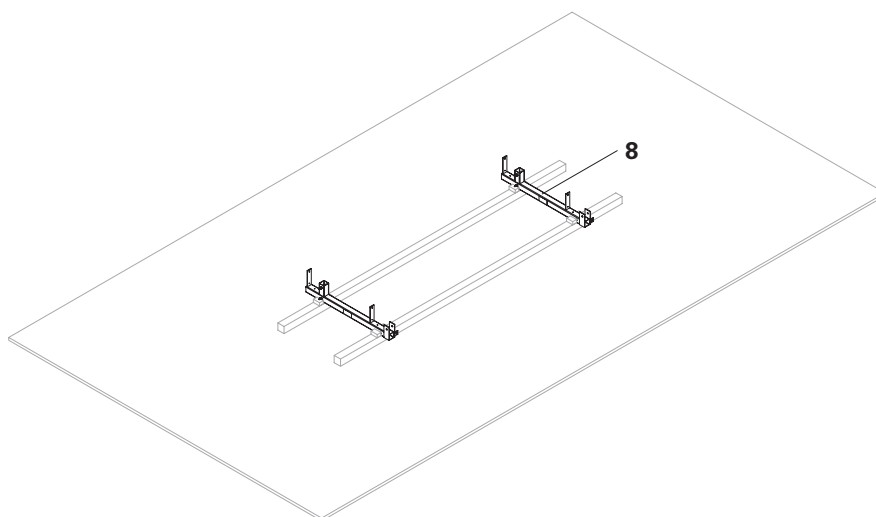

Fig. B6.04
1. Disporre le travi della piattaforma finale ACS (**8**) nell'interasse delle mensole. (Fig. B6.04)